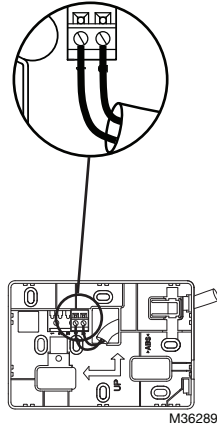

Fig. 5. Collegare i cavi alla morsettiere.
Collegare la morsettiere come indicato nella Fig. 5:
3. Esaminare e verificare i cavi di connessione del morsetto illustrati nella Fig. 5.